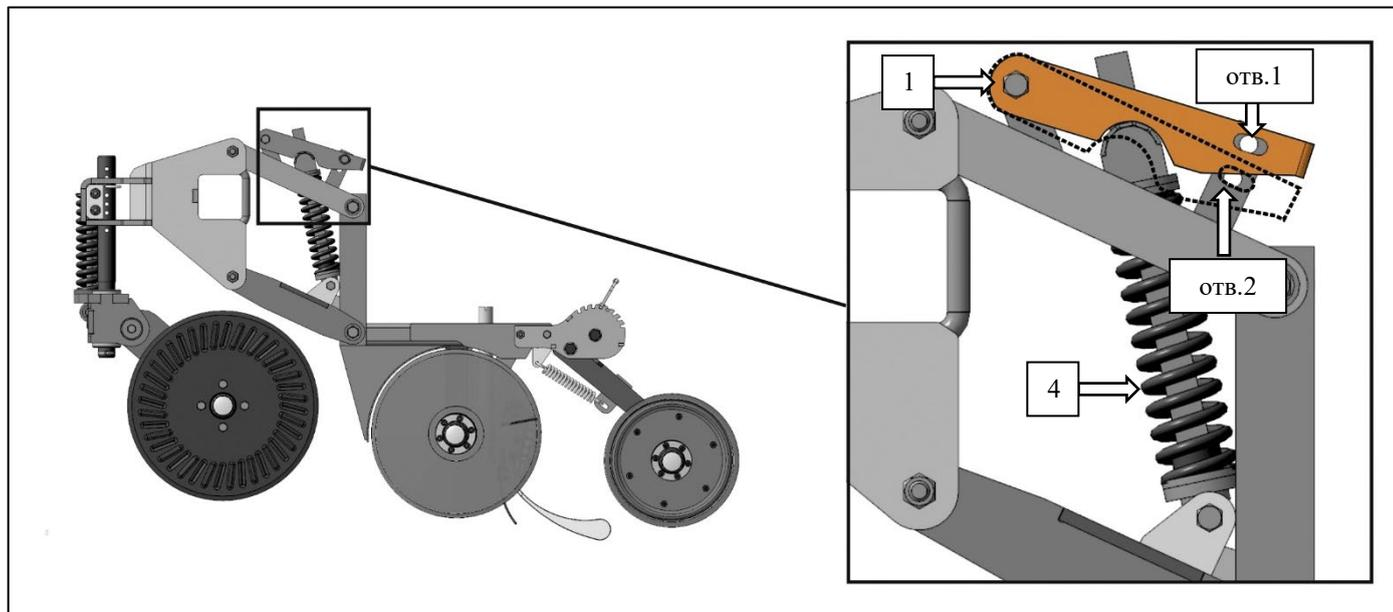

Рисунок 34 – Места соединения тяги с рычагом сошника (в отверстии 1 или в отверстии 2)
Регулировка проникающей способности сошника осуществляется путём соединения тяги (1) с рычагом сошника (2) с помощью фиксатора (3), в одном из двух отверстий (отв. 1, отв. 2), рис. 34.
2. Совместить отверстие на тяге (1) с отверстием (отв. 1 или отв. 2) на рычаге (2), рис. 34;